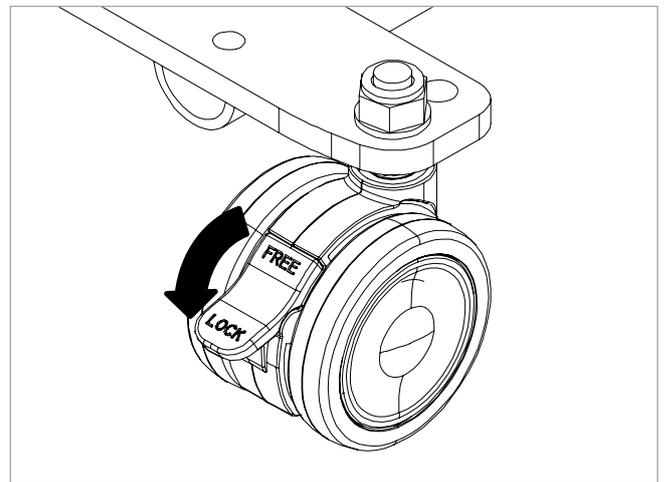

Figure 14.1
1. Pour bloquer la roulette, appuyez sur la partie inférieure du levier de frein (marqué verrou) comme indiqué dans Figure 14.1 jusqu'à ce que le levier se place dans la nouvelle position.